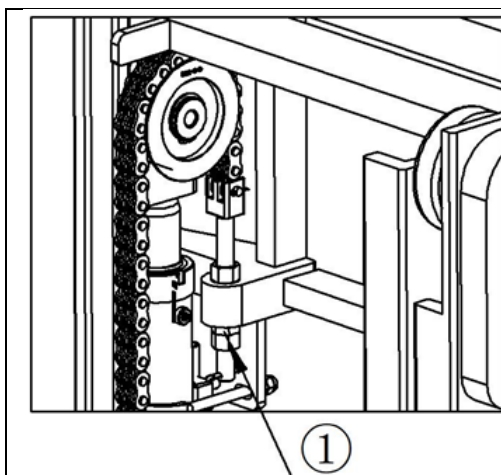
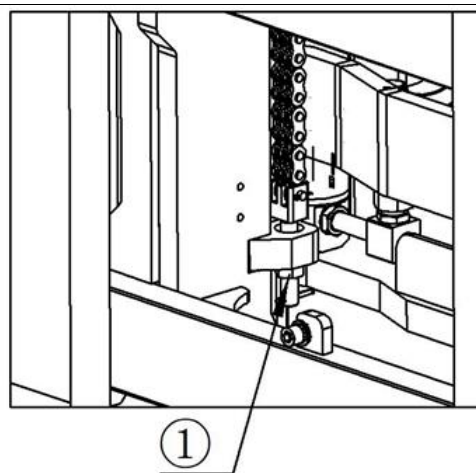

Рис.3-36. Схема регулировки цепи виловой рамы.
Рис. 3-37. Схема регулировки цепи виловой рамы.
(6) Регулировка цепи виловой рамы. Этого можно добиться, отрегулировав регулировочную гайку цепи, чтобы обеспечить соответствующий угол цепи и полное совпадение с цепным колесом, как показано на Рис. 3-37, фиксированная концевая гайка (поз. (1) на Рис. 3-37) полностью зафиксирована, а затем отрегулирована регулировочной концевой гайкой (поз. (1) на Рис. 3-36). Из-за удлинения цепи, вызванного растяжением (см. «Измерение вытягивания цепи» на предыдущей странице), регулируемая гайка находится на виловой раме или внутренней мачте.
Цепь, соединяющая виловую раму с внутренней мачтой, должна быть отрегулирована. Вилочный погрузчик нужно поставить на стоянку на ровной земле, мачта должна быть в вертикальном положении и полностью опущена, и регулировочная гайка на конце цепи (поз. (1) на Рис. 3-36) должна быть затянута или ослаблена, чтобы низ вил был на 10-20 мм над землей.